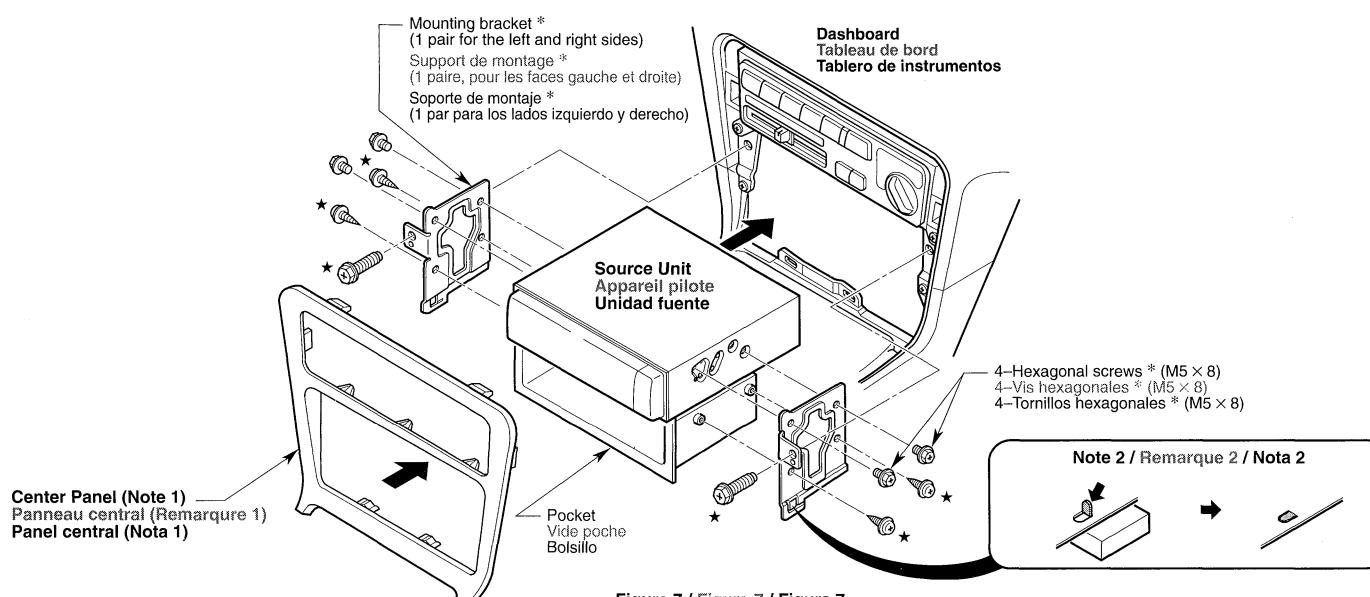

Figure 7 / Figure 7 / Figura 7
This unit is designed for fixed installation in the dashboard. If the vehicle is equipped with a factory-installed radio, install the source unit with the parts and screws marked (*) (Figure 7). If the vehicle is not equipped with a factory-installed radio, obtain an installation kit to install the source unit in the following procedure.
Cet appareil est conçu pour une installation fixe dans le tableau de bord. Si le véhicule est équipé d'un auto-radio installé à l'usine, installer l'appareil pilote avec les pièces et les écrous marqués de (*) (Figure 7). Si le véhicule n'est pas équipé d'un auto-radio installé à l'usine se procurer un kit d'installation pur installer l'appareil pilote avec la procédure suivante.
2. Secure the mounting brackets to the chassis as shown in Figure 7. Holes are pre-tapped for TOYOTA and NISSAN vehicles; modification, such as drilling new holes, of the mounting brackets may be required for other models.
2. Fixer le support de montage sur le châssis comme montré sur la Figure 7. Les trous sont pré-découpés pour les véhicules TOYOTA et NISSAN; des modifications du support de montage, comme le perçage de nouveaux trous, peuvent être nécessaire pour les autres modèles.